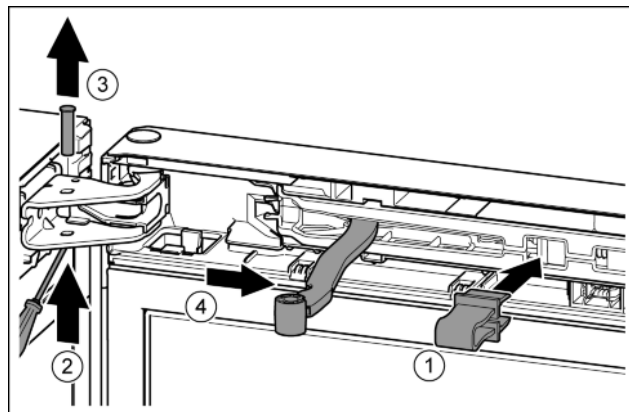

Fig. 9
- Зафиксировать предохранитель в отверстии. Fig. 9 (1)
- Выкрутить палец при помощи отвёртки. Fig. 9 (2)
- Извлечь палец движением вверх. Fig. 9 (3)
- Повернуть шарнир в направлении двери. Fig. 9 (4)